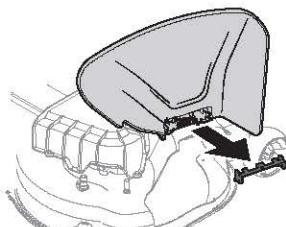

Figure 19
1. Repérez le support qui retient le déflecteur d'éjection en position verticale à des fins d'expédition. Retirez le support du déflecteur d'éjection, si présent, avant d'utiliser l'appareil. Reliez le déflecteur d'éjection et maintenez-le dans cette position pour enlever le support. Abaissez le déflecteur d'éjection et jetez le support (Figure 19).